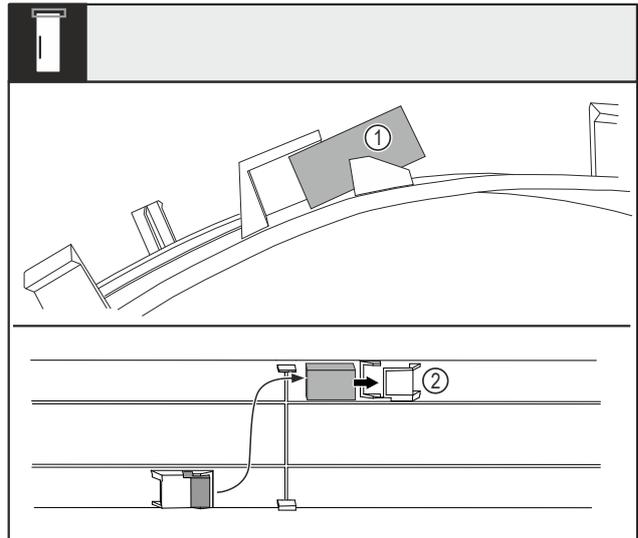

Fig. 15
- ▶ Abdeckung biegen und Türmagnet Fig. 15 (1) aus dem Nest herausziehen.
- ▶ Türmagnet ins andere Nest Fig. 15 (2) einschieben.